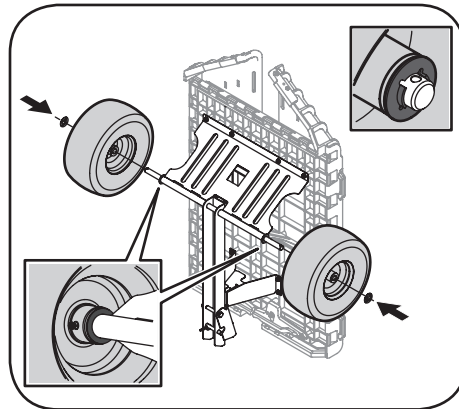

Figure 3-3
4. Installez la rondelle plate (de l'ensemble de quincaillerie), la roue et la rondelle à bride (de l'ensemble de quincaillerie) sur l'essieu. Voir Figure 3-3. Assurez-vous que la tige sur la jante de la roue pointe vers l'extérieur.